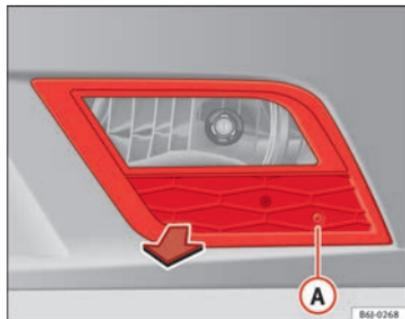

Fig. 146 Faro antiniebla
- Retire el tornillo ⇒ fig. 146 (A) de la rejilla del faro antiniebla precisando para ello un destornillador.